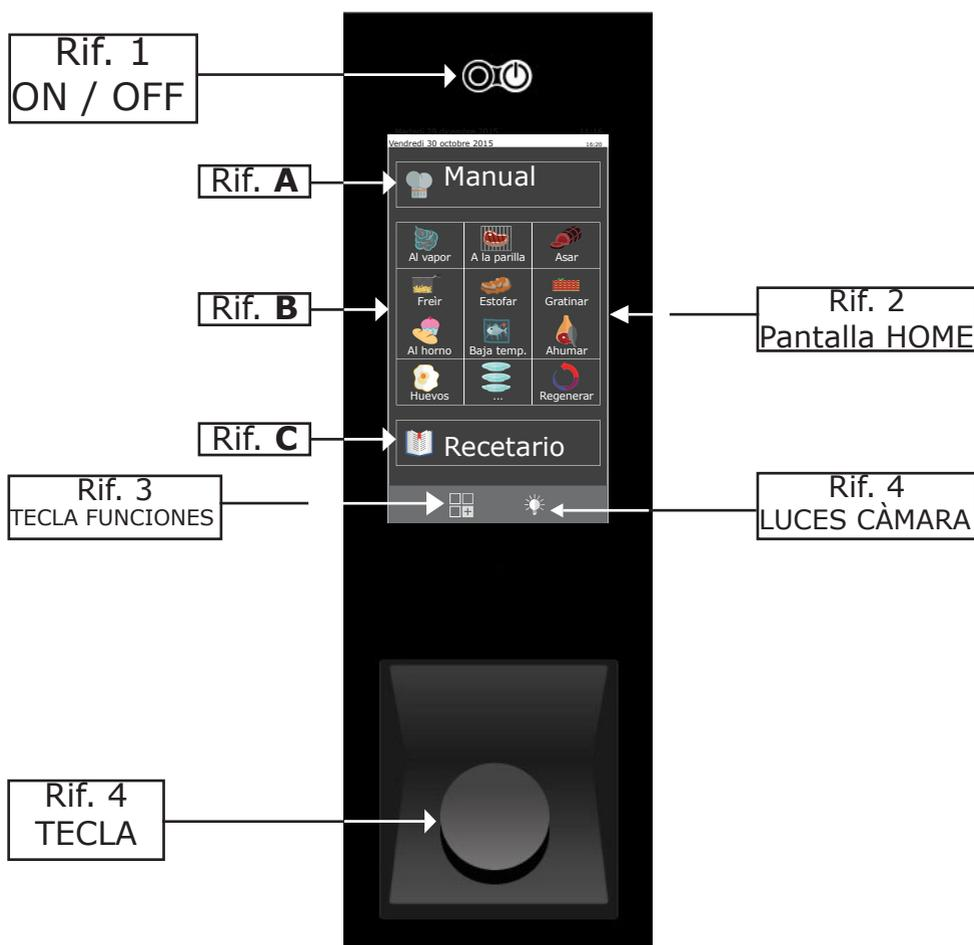

Fig. 16
Pulse la tecla "ON/OFF".(Fig.16).
Las luces en la cámara de cocción se encienden presionando la apropiada tecla (**Fig.16-rif.3**) y después de 45 segundos, si no se han apagado antes presionando nuevamente la tecla, se apagan automáticamente.
Encienda el horno pulsando la tecla "ON/OFF" (Fig. 16-ref. 1), en el display aparecerá la pantalla inicial "HOME" (Fig. 16-ref. 2).